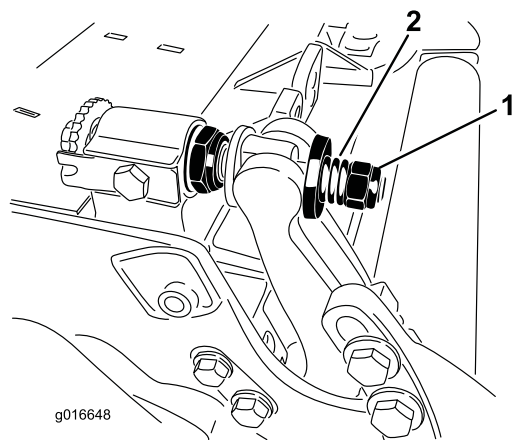

Figura 35
5. Serrate il dado di tensione della molla finché la molla non si schiaccia, quindi allentate di 1/2 giro (Figura 35).